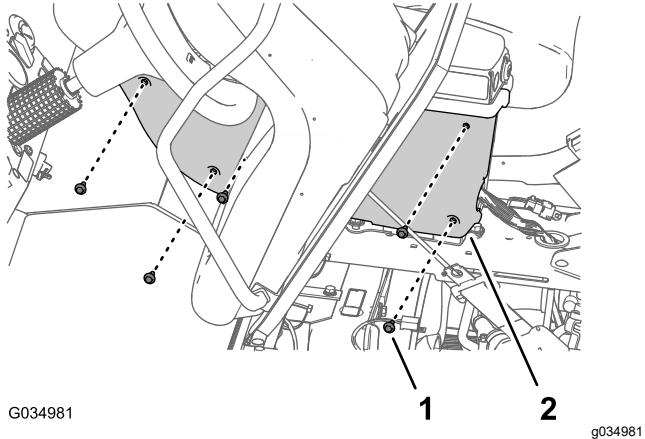

Bild 98
7. Befestigen Sie die Abdeckung mit den fünf Bundkopfschrauben ($\frac{1}{4}$ " x $\frac{3}{4}$ "), die Sie zuvor entfernt haben (Bild 98), an der mittleren Konsole und ziehen Sie die Schrauben auf 520-678 N·cm an.